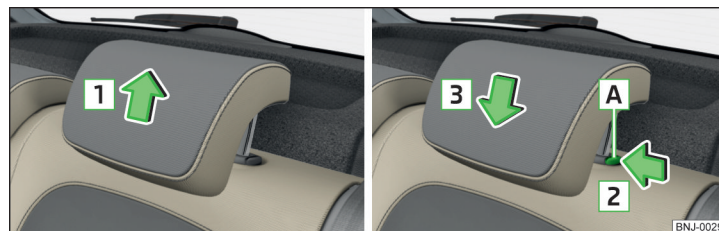

Abb. 59 Kopfstützen: nach oben verschieben / nach unten verschieben
➤ Die Stütze in Pfeilrichtung **1** verschieben » Abb. 59.
- › Die Sicherungstaste **A** drücken und in Pfeilrichtung **2** halten » Abb. 59.